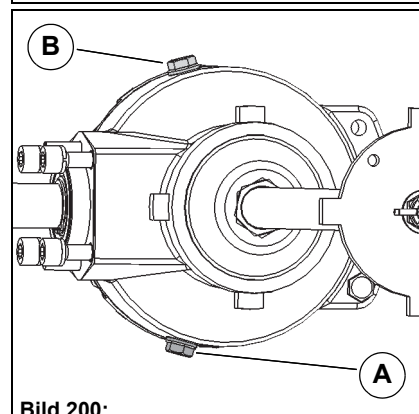

Bild 200:
1. Placera en lämplig uppsamlingsbehållare under avtappningsskruven **Bild 200-A**.
4. Skruva ut påfyllningsskruven **Bild 200-B** och fyll på växelolja SAE 80W90. Påfyllningsmängd = 0,4 liter.